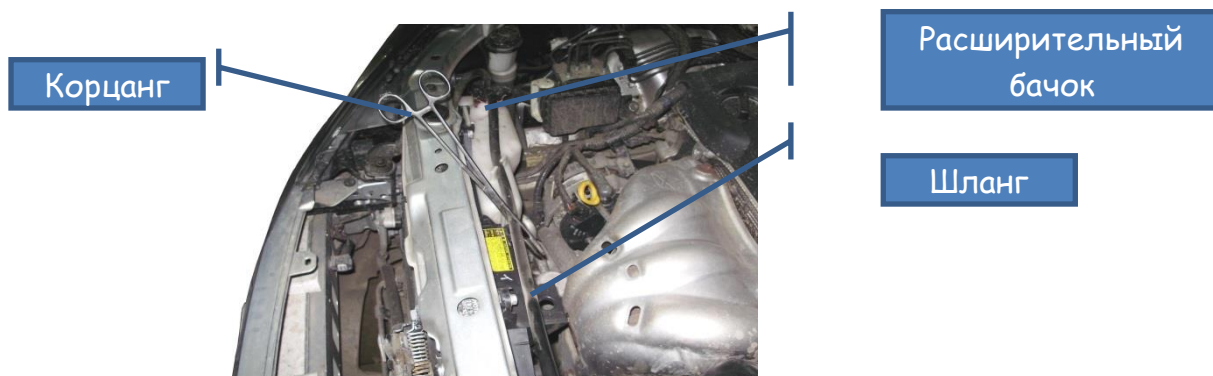

Рис. 4
5. **Пережать зажимом шланг идущий от горловины радиатора к расширительному бачку** (как вариант, рекомендуется использовать специальный хирургический зажим «корцанг» см. рисунок 4).